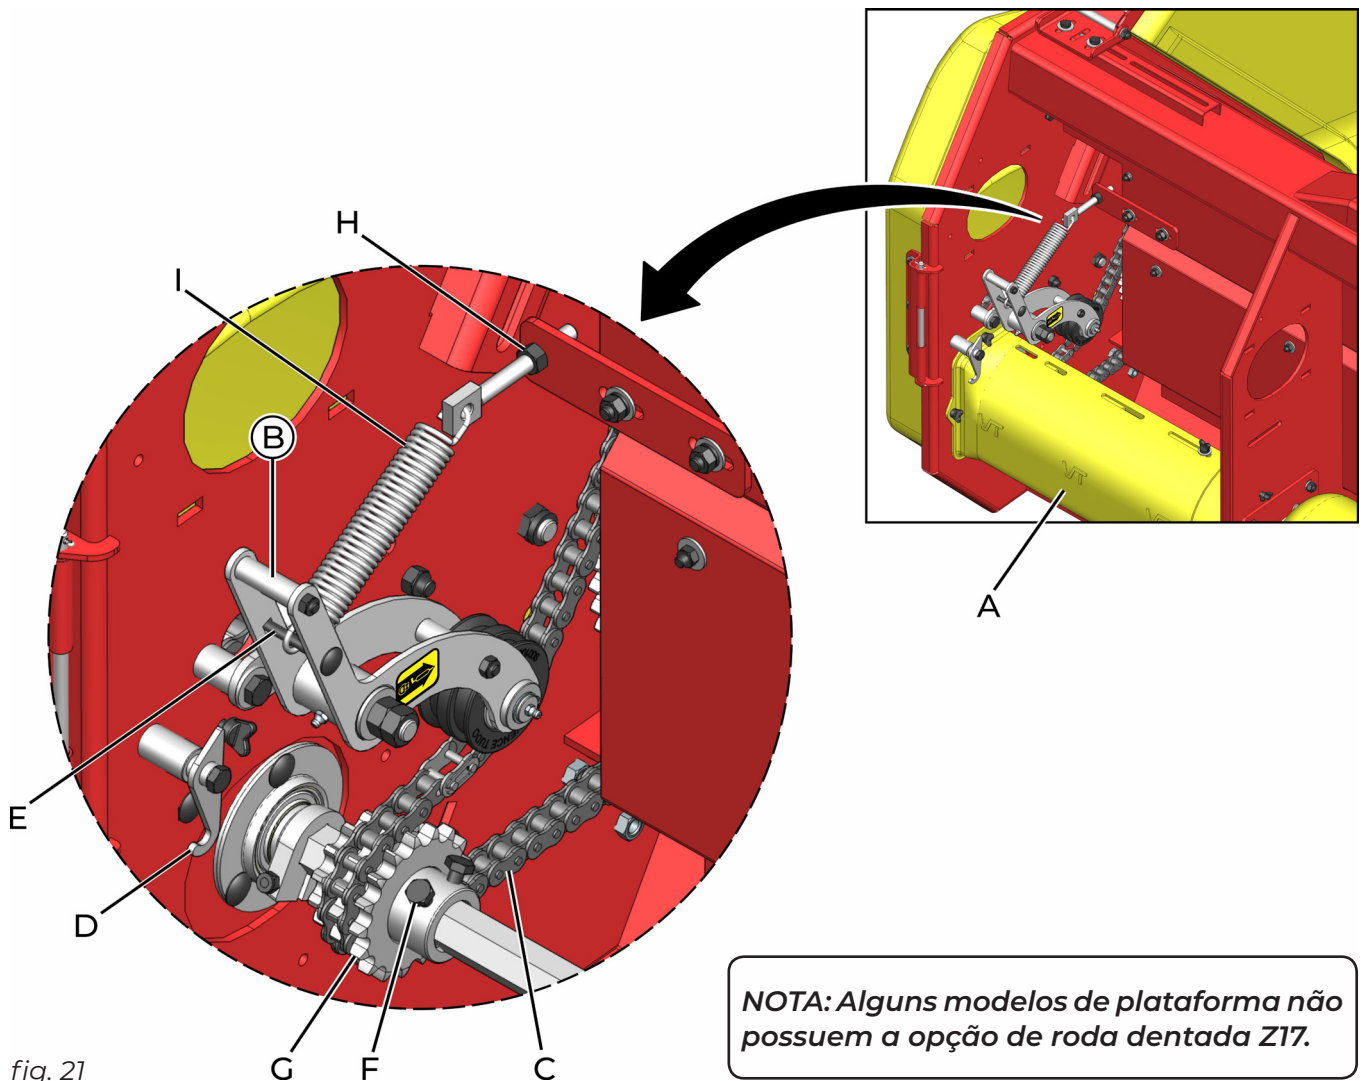

fig. 21
1. Remova o protetor (A) (fig. 21);
2. Puxe o esticador (B) a fim de tirar a tensão da corrente (C). Trave o esticador (B) engatando a trava (D) no parafuso (E);
3. Solte o parafuso (F) de fixação das rodas dentadas;
4. Posicione a corrente (C) na roda dentada (G) desejada (Z13/15/17);
5. Faça o alinhamento entre a roda dentada selecionada e a roda dentada de acionamento do sem-fim e por fim, fixe novamente utilizando o parafuso (F);
6. Solte o esticador (B);
7. Se necessário, ajuste a tensão da corrente (C) por meio das porcas (H) que tensionam a mola (I).